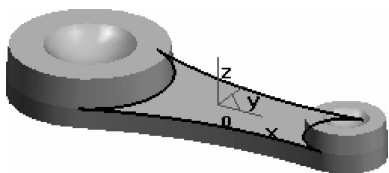

图 3-86 拾取四条边界线
(17) 在绘图区拾取基本拉伸体的上表面, 单击  按钮, 进入草图绘制状态。单击  按钮, 在立即菜单中选择“实体边界”方式, 拾取如图 3-86 所示的四条边界线。
(18) 单击  按钮, 在立即菜单中选择“单根曲线”方式, 以距离“10”和“6”分别作为刚生